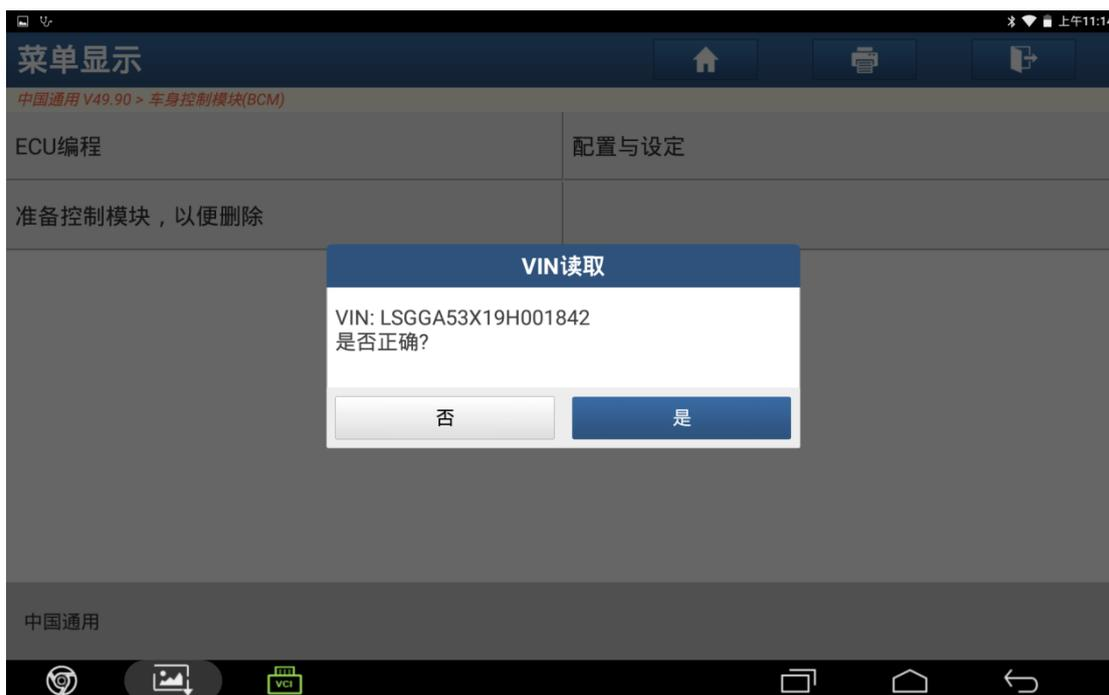

图 8
8). 确认 VIN 码，正确点击“是”，错误点击“否”，如图 8；